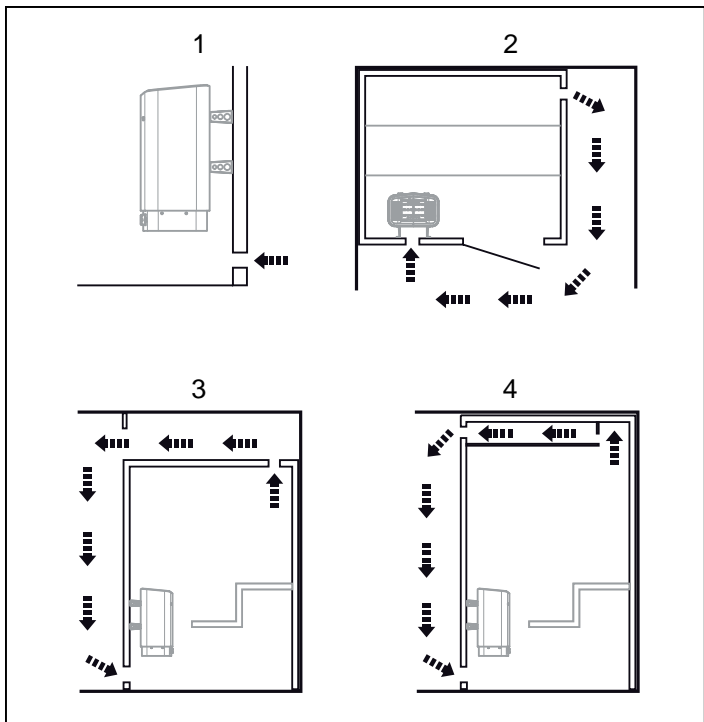

Fig 7: In- och utluftsentilens placering
- med maximalt avstånd till inluftsentilen, t.ex. i diagonal (se Fig 7).
- högt på väggen eller i taket (se Fig 7).